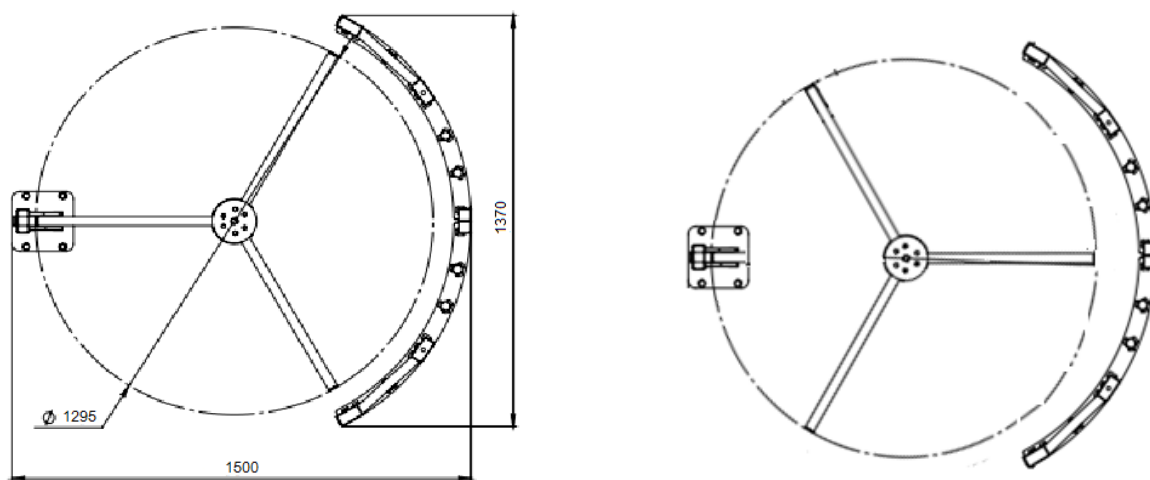

Рис. 1. Исходное положение створок турникета (вид сверху) для шлюзового режима работы
- в исходном состоянии турникета зону прохода перекрывают **две створки, образуя шлюз**; из этого состояния возможно задание дополнительных режимов работы турникета с использованием шлюза (рис. 1)